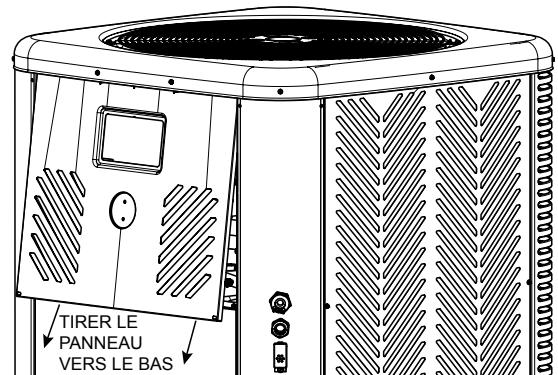
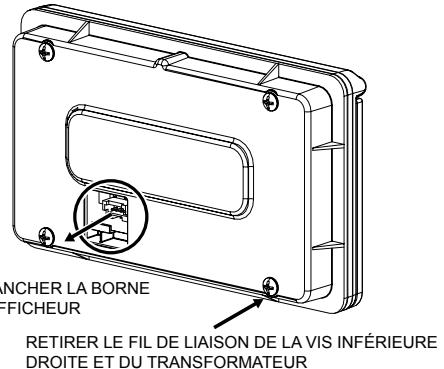

Figure 128. Détacher le panneau avant
Figure 129. Retirer le câblage de l'afficheur
- Pour retirer le panneau avant, tirez la partie inférieure du panneau vers le bas et vers l'extérieur, puis débranchez le fil relié à l'arrière de l'interface utilisateur. Le panneau peut maintenant être retiré. Voir **Figure 128** et **Figure 129**.